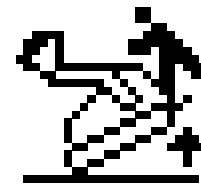

Figure 30
Lorsque vous éployez les bras de chargeuse à la portée maximum pour la hauteur des bras et le poids de la charge, l'InfoCenter affiche l'icône Smart Load (Figure 30), le témoin clignote, une alarme bippe et le dépliement des bras s'interrompt.
4. Avec des outils manuels, tournez la vis dans le sens horaire jusqu'à ce que le frein soit desserré ou que la vis ne puisse plus tourner (Figure 30).